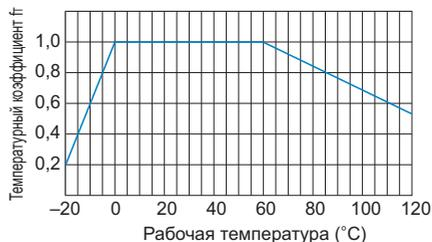

Рис.2 Температурный коэффициент
Рост температуры переходной гайки сверх пределов нормального диапазона уменьшает устойчивость гайки к образованию задиrow и прочность материала. Следовательно, необходимо умножить допустимый динамический крутящий момент (Т) и допустимую динамическую тяговую нагрузку (F) на соответствующий температурный коэффициент, указанный на Рис.2.
$f_T$  : температурный коэффициент (см. Рис.2)